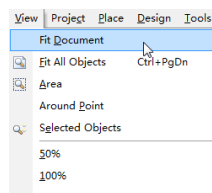
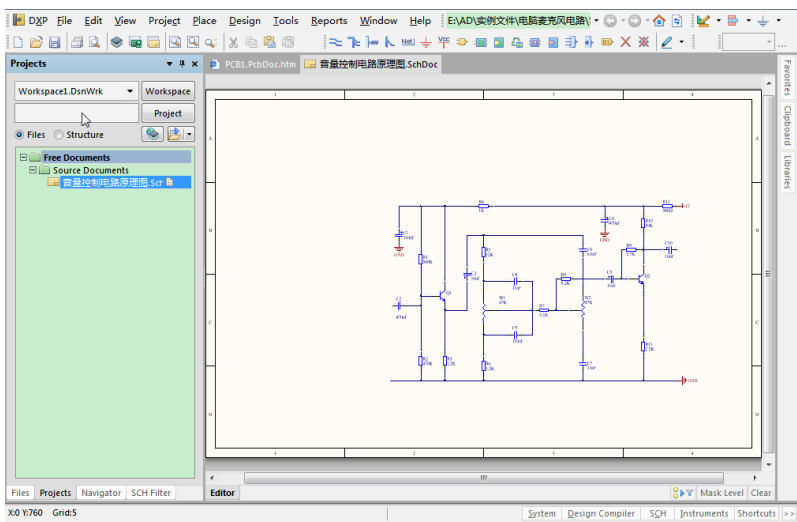

图 2.23
图 2.24
**Step 1** 在原理图编辑环境中,选择菜单栏中的 View(察看) → Fit Document(适合文件)命令,如图 2.23 所示,编辑窗口内将显示整张原理图的内容,包括图纸边框等,如图 2.24 所示。该状态下,用户可以观察并调整整张原理图的布局。